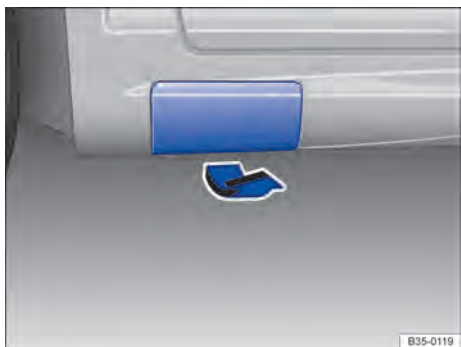

Fig. 260 Atrás no lado esquerdo do veículo: rebaixar a cobertura.
O macaco pode ser colocado somente nos pontos de recepção do macaco mostrados e somente com a cobertura aberta \Rightarrow Fig. 260. É válido o ponto de apoio localizado próximo à roda correspondente \Rightarrow .
6. Procurar sob o veículo o ponto de recepção do macaco \Rightarrow Fig. 260 mais próximo da roda a ser trocada.
- Retirar a capa de cobertura na soleira lateral: para isso, puxe com força mas cuidadosamente na direção da seta ⇒ Fig. 260. A capa de cobertura está munida de uma cinta de fixação.